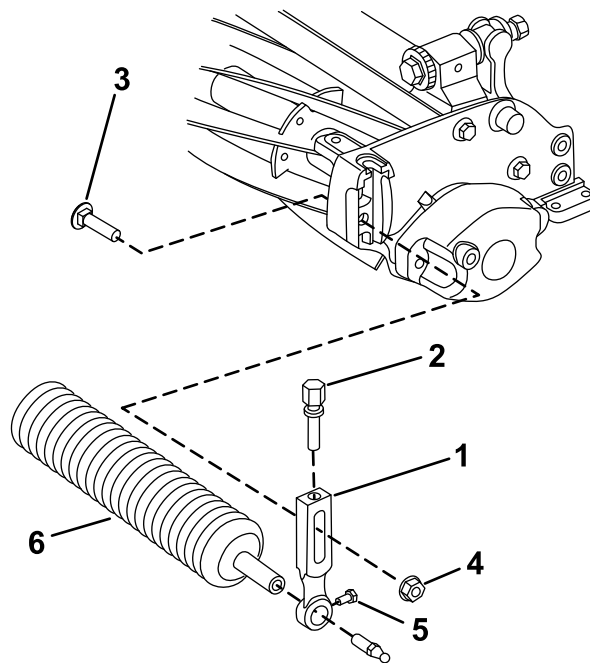

Figura 2
1. Sull'apparato di taglio, allentate le viti di montaggio del rullo che fissano ciascuna estremità del rullo anteriore ai bracci dell'altezza di taglio (Figura 2).
2. Rimuovete i bulloni per aratro e i dadi flangiati che fissano i bracci dell'altezza di taglio a ciascuna delle estremità dell'apparato di taglio (Figura 2). Rimuovete i bracci dell'altezza di taglio e il gruppo dei rulli.
3. Rimuovete le viti di regolazione dell'altezza di taglio e le viti per il montaggio del rullo dai bracci dell'altezza di taglio (Figura 2).